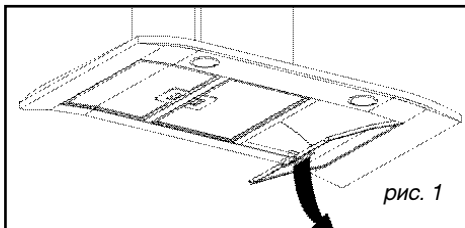

рис. 1
(рис. 1)
- Поверните встроенную рукоятку кассетных фильтров (рис. 1).
- Отверните перегородку (A)
- Ослабив защелки, выньте использованный угольный фильтр (B).
- Вставьте новый угольный фильтр (C).